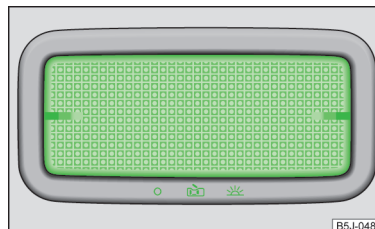

Fig. 96
- Aduceți geamul de mascare în poziția  » fig. 96.
- Aduceți geamul de mascare în poziția **O** » fig. 96.
- Aduceți geamul de mascare în poziția centrală  » fig. 96.